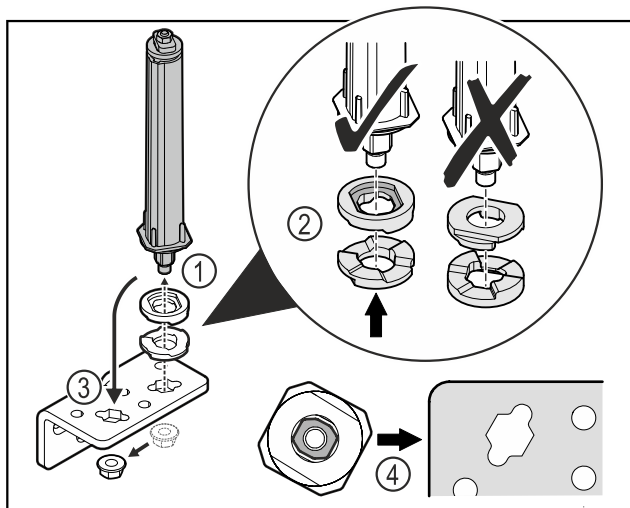

Fig. 30
- ▶ Atlaisvinkite veržlę ir pašalinkite durų uždarymo sistemą Fig. 30 (1).
- ▶ Atkreipkite dėmesį į tai, kad aukščio reguliavimo poveržlės būtų tinkamai išlygiuotos Fig. 30 (2).
- ▶ Perkelkite durų uždarymo sistemą šarnyriniame kampuočiuje ir užfiksuokite veržlę Fig. 30 (3).
- ▶ Įstatydami atkreipkite dėmesį į tai, kad durų uždarymo sistema būtų tinkamai išlygiuota Fig. 30 (4).